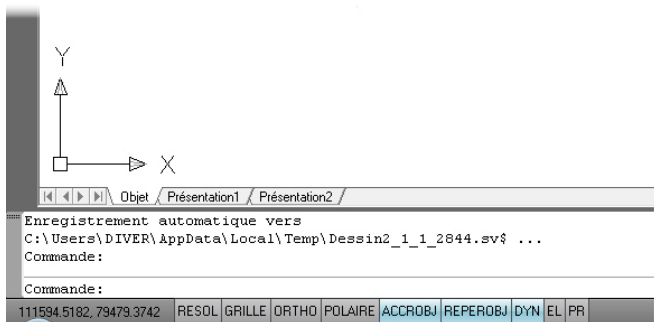

Figure 6.1
1. Observez l'angle en bas à gauche de l'écran AutoCAD (voir Figure 6.1). L'onglet Objet est un espace infini dans lequel vous dessinez à l'échelle 1/1 avec la même unité de mesure. L'onglet Présentation, lui, est un espace fini, la page où le dessin sera mis à l'échelle et imprimé.